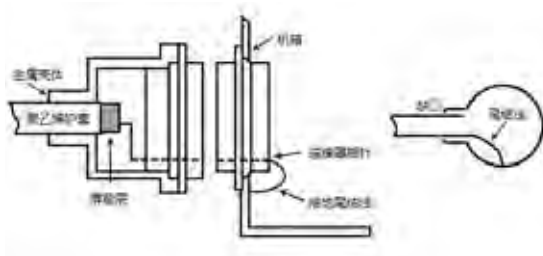

图11 不当使用地线
4. 不当使用接地线 (drain wire) (见图 6 和图 11, 点 4)。
如图 11 所示，当屏蔽外导体没有接到连接器的金属壳体上时，接地线不当地用来截断屏蔽导体并连接到箱体上。这样的连接方式是应该避免的。特别是